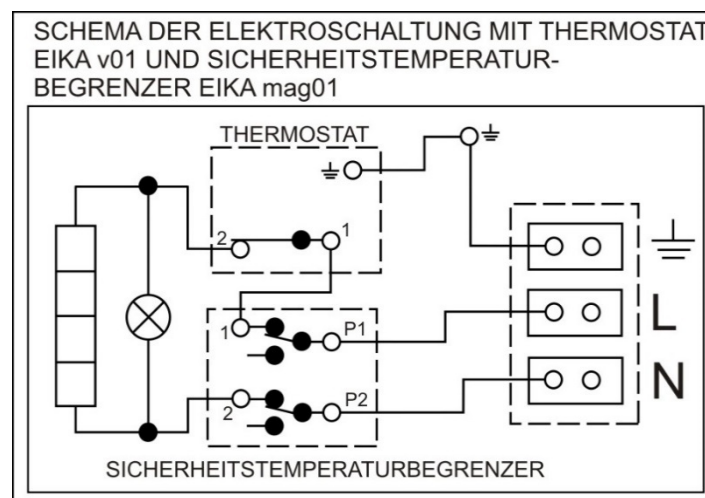

Abbildung 8
- Das Schema des Elektroanschlusses ist dem Wassererhitzer am Gehäuse der Elektroinstallation (Abbildung 8) beigelegt.